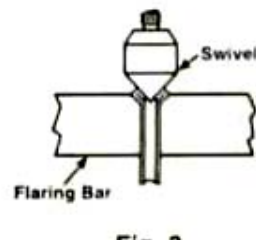

Fig. 3
4. 完了したらハンドルを反時計方向に回して緩め、アダプターを取り、もう一度ハンドルを時計方向に回して45°角度を完成させてください。(図3)